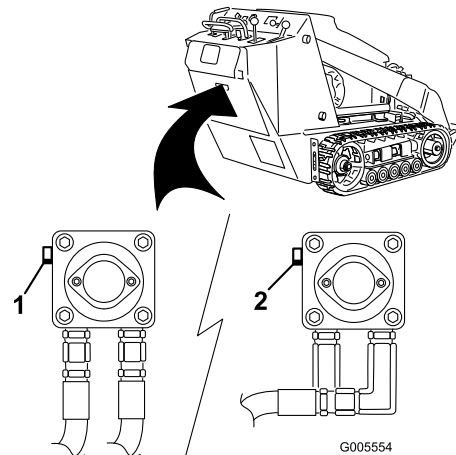

Bild 16
3. Drehen Sie die Schleppventile auf der Hydraulikölpumpe mit einem Schraubenschlüssel zweimal nach links (Bild 16).